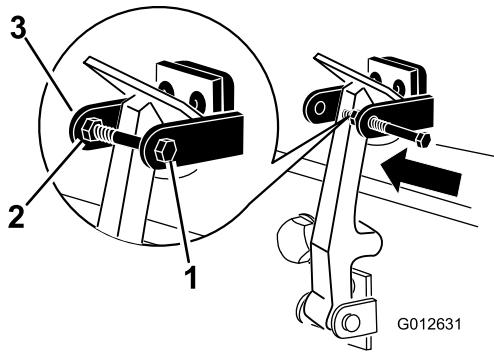

Figure 8
7. Vissez le boulon dans l'autre bras du support de verrou pour bloquer le verrou en position (Figure 8). Serrez fermement le boulon mais pas l'écrou.